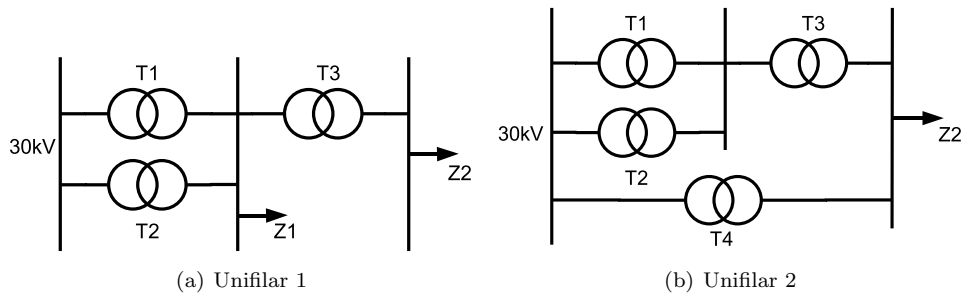

Figura 6: Esquema de Conexión para el Problema 7
Una planta industrial es alimentada por una fuente en $30kV$, $50Hz$, trifásica perfecta considerada como fuente ideal. La planta dispone de una estación de transformación, como indica el diagrama unifilar de la figura 6(a) compuesta por dos transformadores en paralelo T1 y T2 que alimentan una carga Z1 y un transformador T3. Este transformador alimenta a su vez una carga Z2. Los datos de estos componentes se presentan más abajo.
- (d) Se requiere adquirir un cuarto transformador T4 para ser conectado como indica la figura 6(b). Especificar la potencia nominal, la tensiones nominales, impedancia de cc en p.u. e índice horario de T4, de tal manera que estando Z1 desconectada, la carga en VA que pasa por el T4 sea idéntica a la que pasa por el T3 para cualquier valor de Z2, compatible con que no sobrecargue ningún transformador.